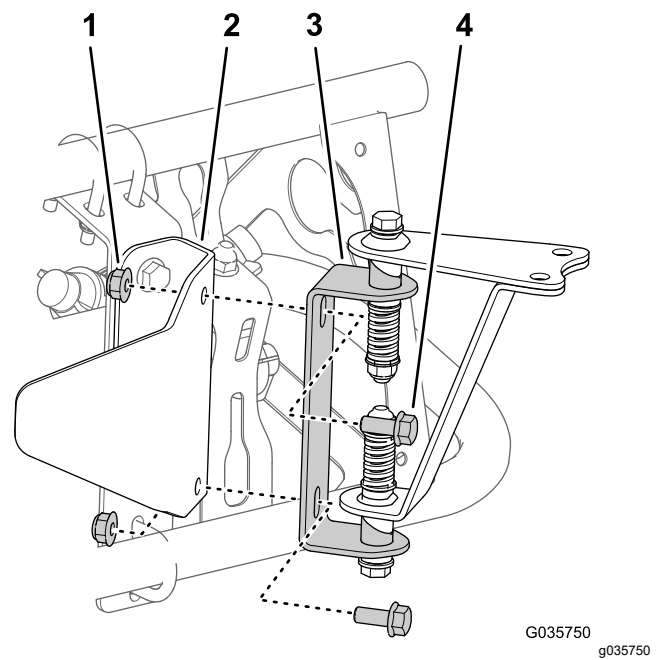
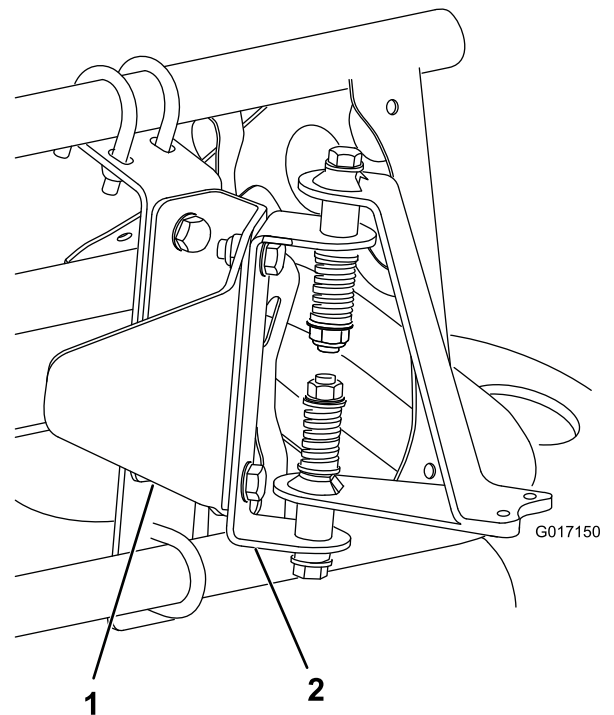

图 18
图 19
3. 如**图 18**适用于非封闭式喷洒臂或**图 19**适用于封闭式喷洒臂所示用 2 个螺栓 $\frac{5}{16} \times \frac{3}{4}$ 英寸和 2 个锁紧螺母 $\frac{5}{16}$ 英寸将传感器安装五金件安装到传感器保护支架上。